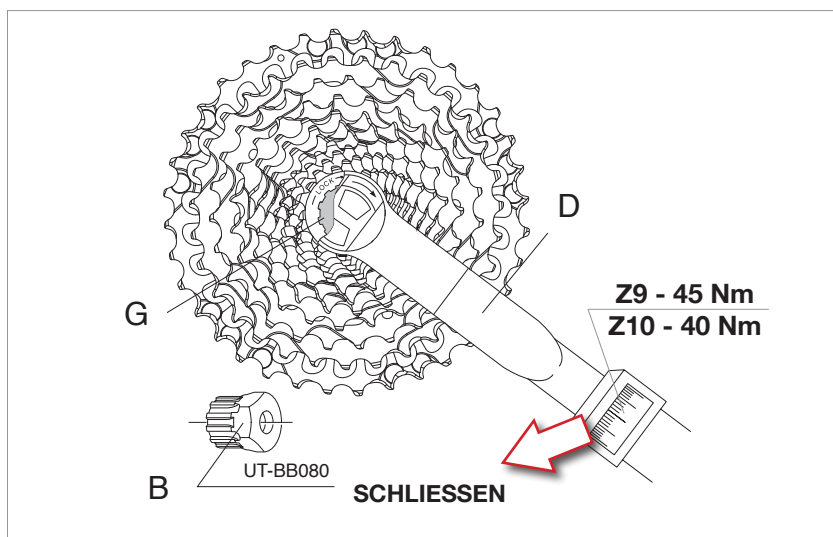

Abb.4
- Mit einem Drehmomentschlüssel (D - Abb. 4) zusammen mit dem Campagnolo® UT-BB080 Werkzeug (B - Abb. 4) den Ring (G - Abb. 4) am Freilaufkörper auf **45 Nm (398 in.lbs)** bei Kassetten mit anlaufendem Z9 (außer anderweitige Angaben auf dem Ring) oder **40 Nm (354 in.lbs)** bei Kassetten mit anlaufendem Z10 (außer anderweitige Angaben auf dem Ring) festziehen.